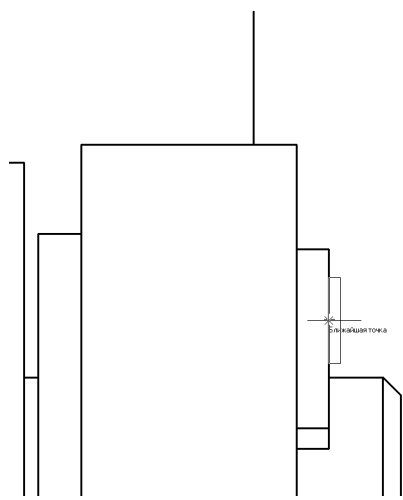

Рис. 57.31. Вставка библиотечного элемента
8. Укажите положение базовой точки шайбы на чертеже. Используйте привязку **Ближайшая точка** (рис. 57.31).